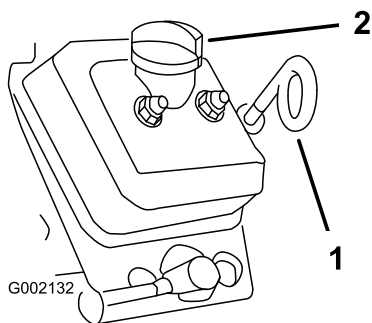

Рисунок 18
3. Очистите поверхность вокруг масломерного щупа и крышки заливной горловины тканью (Рисунок 18), чтобы загрязнения не могли попасть в трубку масломерного щупа или заливную горловину и привести к повреждению двигателя.
4. Извлеките масляный щуп и на чисто протрите его (Рисунок 18).
5. Вставьте щуп в трубку масломерного щупа до упора (Рисунок 18).
8. Установите крышку заливной горловины; см. Рисунок 18.
9. Вставьте масломерный щуп до упора (Рисунок 18).